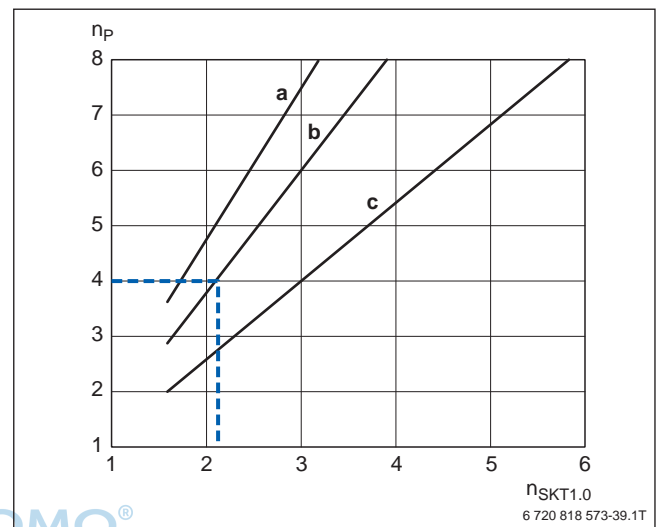
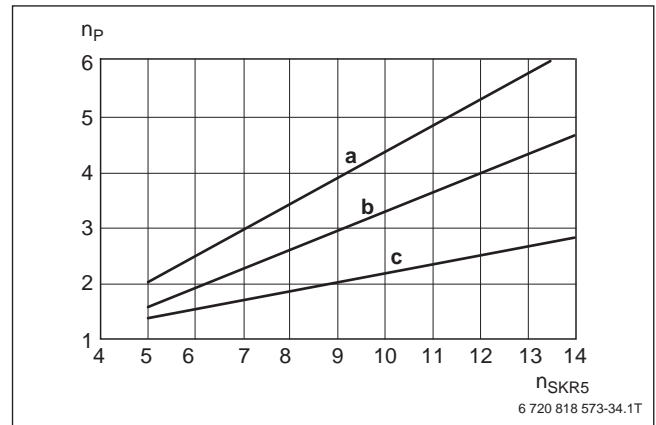

Bild 126 Diagramm zur überschlägigen Bestimmung der Kollektoranzahl Logasol SKT1.0 zur Warmwasserbereitung (Beispiel hervorgehoben)
Bild 129 Diagramm zur überschlägigen Bestimmung der Kollektoranzahl Logasol SKR5 zur Warmwasserbereitung
Die Diagramme in Bild 126 ... Bild 129, Seite 107 basieren auf einer Beispielrechnung mit folgenden Anlagenparametern:
Bei Bestimmung der Kollektor- oder Röhrenanzahl nach den Diagrammen in Bild 126 ... Bild 129, Seite 107 ergibt sich eine solare Deckungsrate von ca. 60 %.
- Nach Diagramm in Bild 126, Kurve b, sind 2 Flachkollektoren Logasol SKT1.0 erforderlich.
- 1,6 Kollektoren Logasol SKT1.0 (→ Bild 126, Seite 107)